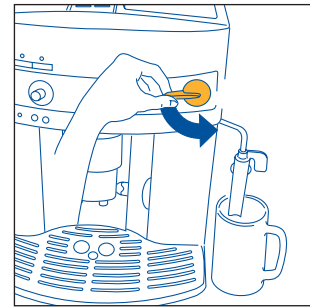
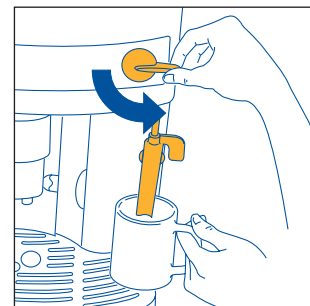
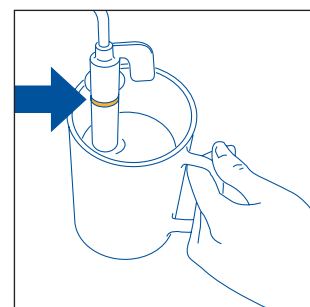

Abb.5
Abb.23
Abb.24
3. **SOFORT DANACH, INNERHALB VON 30 SEKUNDEN**, den Dampfdruckknopf nach links bis zum Anschlag drehen (Abb. 5) (es ist vollkommen normal, wenn hierbei die Maschine laut wird).
- Den Dampfdruckknopf um eine halbe Umdrehung nach links bis zum Anschlag drehen (Abb. 5): Das heiße Wasser tritt aus dem Milchaufschäumer heraus und läuft in den darunter stehenden Behälter.
- **Sofort danach, und zwar innerhalb von maximal zwei Minuten** (andernfalls kehrt die Maschine wieder automatisch zur Funktion „Kaffee“ zurück), den Milchaufschäumer in das Gefäß mit der Milch eintauchen (Abb. 23), wobei darauf zu achten ist, dass die auf dem Milchaufschäumer eingepreßte Linie nicht eingetaucht wird (angezeigt durch den Pfeil in Abb. 24). Dann den Dampfdruckknopf um eine halbe Umdrehung nach links bis zum Anschlag drehen (Abb. 5). (Passen Sie auf, dass Sie sich nicht verbrühen). Aus dem Milchaufschäumer entweicht der Dampf, der die Milch aufschäumt und ihr eine cremige Konsistenz verleiht. Um einen cremigeren Milchschaum zu erhalten, den Milchaufschäumer in die Milch eintauchen, und das Gefäß langsam von unten nach oben bewegen. (Es wird empfohlen, nicht länger als 2 Minuten Dampf zu beziehen).
- Einige Sekunden lang etwas Wasser oder Dampf austreten lassen, indem Sie den Dampfdruckknopf bis zum Anschlag nach links drehen (Abb. 5). Dadurch lässt das Dampfrohr eventuelle Milchrückstände, die sich im Innern abgesetzt haben, ab. **WICHTIG:** Aus hygienischen Gründen wird empfohlen, diesen Vorgang stets durchzuführen, um zu vermeiden, dass sich Milch im Innern des Milchaufschäumers absetzt.